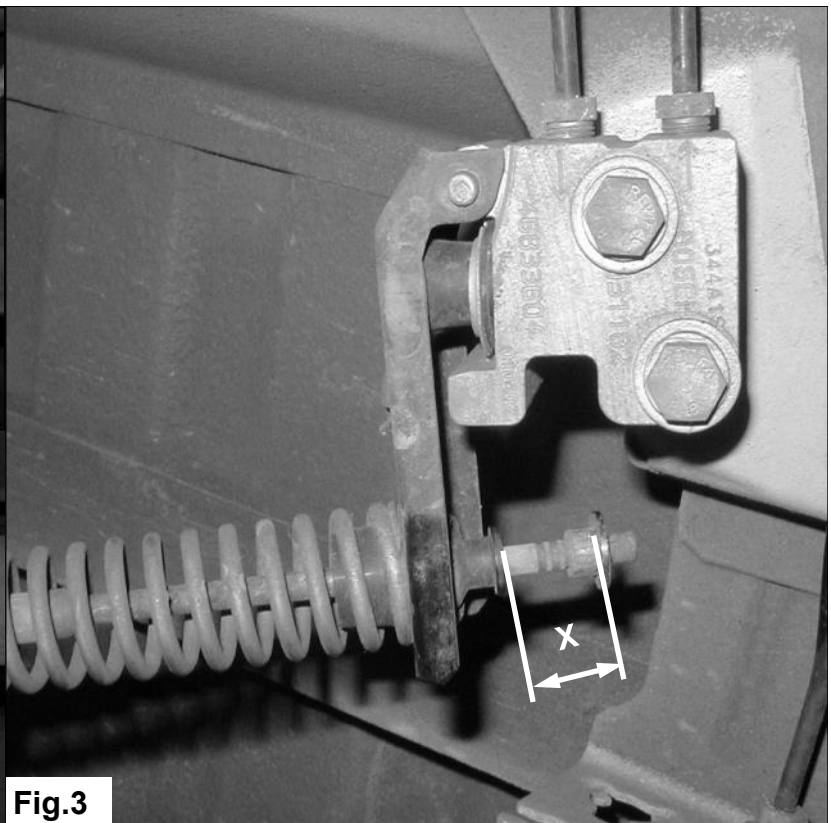

Fig.3
1. **Antes de efectuar el montaje, se debe medir el valor X. Véase la fig. 3.**
4. Suma **dos mm al valor X** antes medido y ajuste el nuevo **valor X** a +/- 0,2 mm. Véase la fig. 3. El ajuste se realiza mediante la corredera **2**.